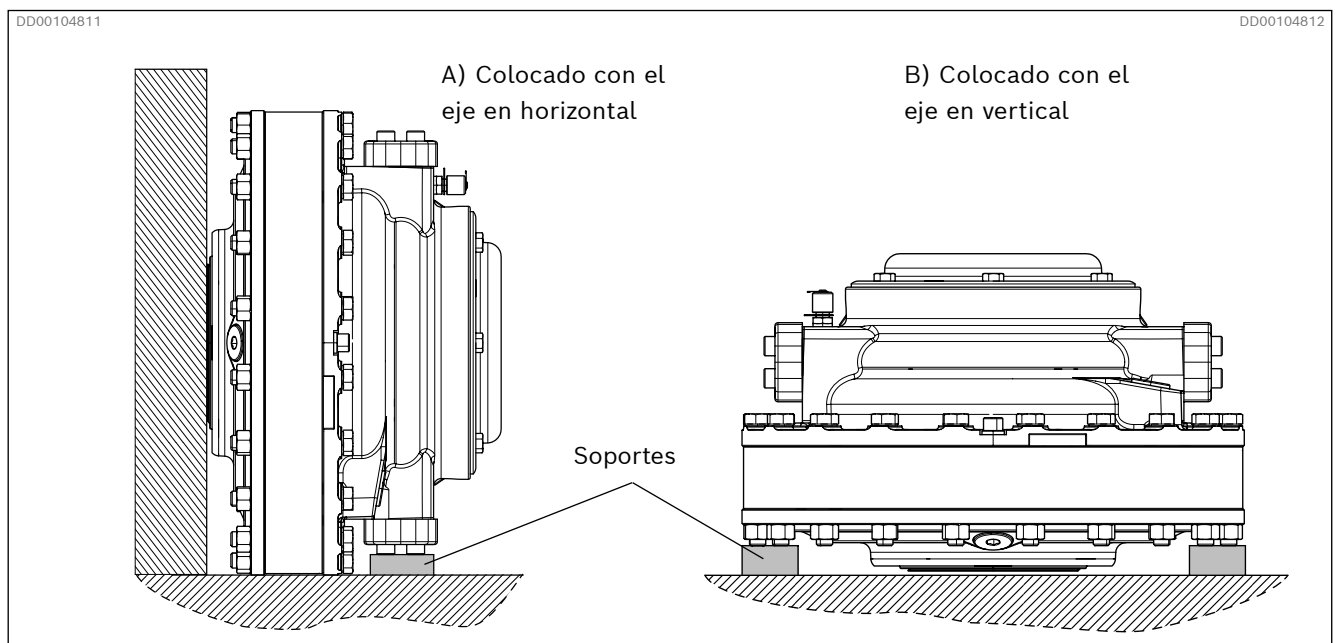

Fig. 11: Ejemplo, Motor CA colocado sobre una superficie plana
- ▶ Se recomienda también colocar soportes en la superficie de instalación del motor, ver Fig. 11.
Cuando el motor se coloca sobre una superficie plana (por ejemplo, un suelo), debe apoyarse bien sobre su diámetro exterior o sobre la cara bien protegida del extremo del eje hueco. También es aconsejable utilizar los soportes que se muestran en Fig. 11.
1. Coloque el motor tal y como se muestra en Fig. 11, B) Con el eje en vertical.
5. Coloque el motor tal y como se muestra en Fig. 11, A) Con el eje en horizontal, o alt. B) Colocado con el eje en vertical.